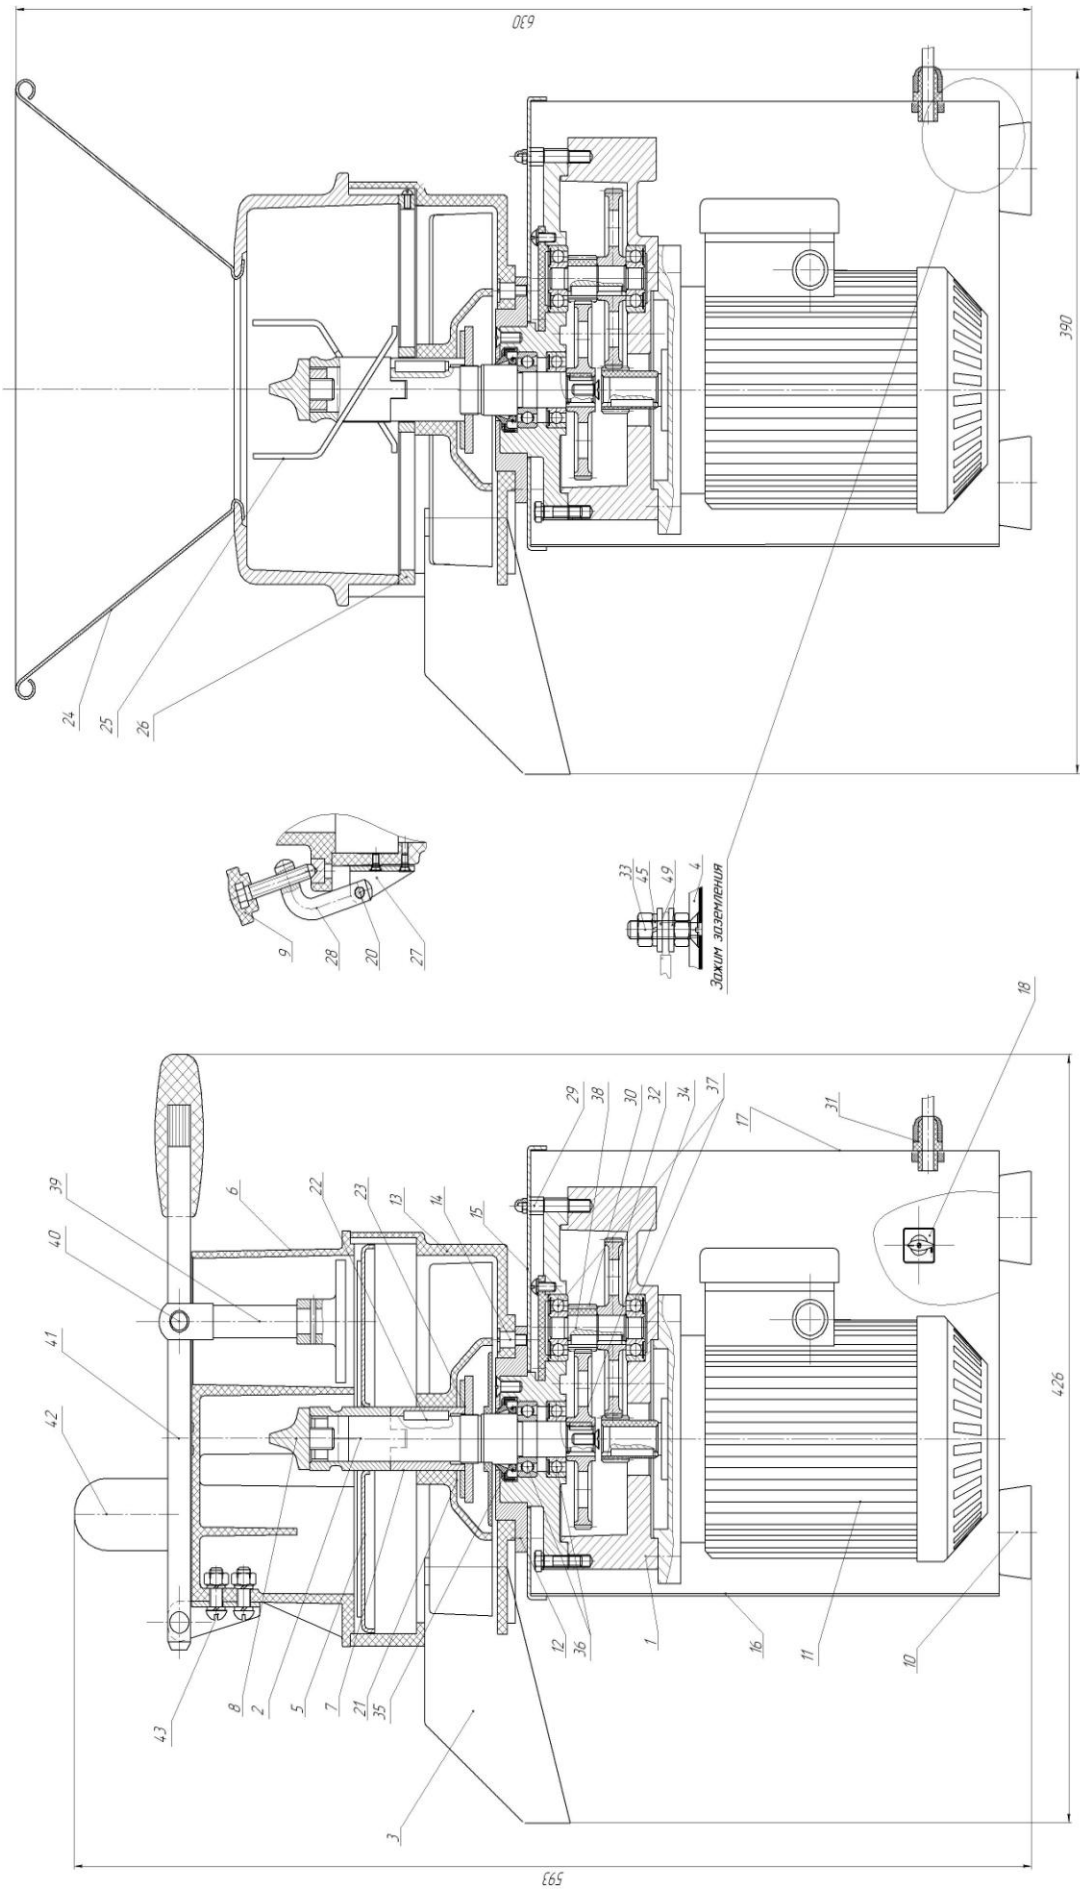

Рисунок 2 – Машина обшаривательно-протирочная ОМ-350М/220
4.4.3 При варианте установки машины без подставки на амортизирующих опорах, нужно отвернуть 4 болта и отсоединить машину от столешни подставки (при комплектацией с подставкой). Вернуть четыре опоры поз. 10 рисунок 2 установить на низком столе или на специальной подставке и отрегулировать опоры.